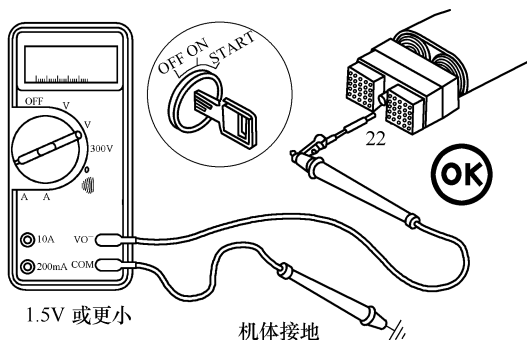

图 5-174 测量触针 22 与机体间的电压
(4) 检查外部电源是否短路
① 将钥匙开关和发动机排气制动开关都置于接通位置, 测量触针 22 与接地间的电压(图 5-174), 电压应小于 1.5V 。如果电压不正确, 说明存在外部电源短路, 应拆卸外部电源或维修线束导线。